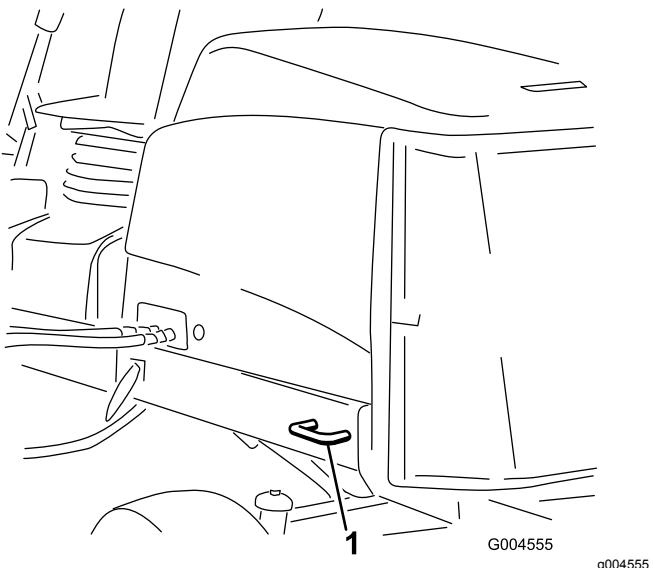

図 26
- 機体の後側** 車両の左右側それぞれの後フレーム **図 26**。